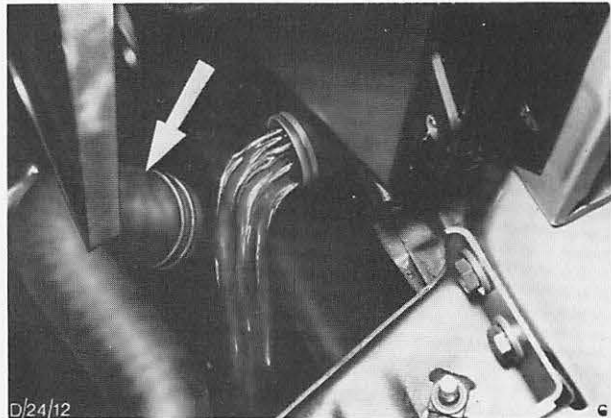

Abb. 36 Unteren Kühlwasserschlauch lösen, um das Kühlmittel abzulassen.
4. Auffangwanne unter den Kühler stellen, unteren Kühlwasserschlauch vom Kühler trennen und Kühlmittel ablassen, Abb. 36.